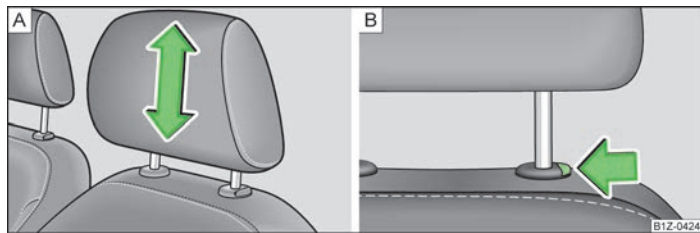

Fig. 44 Tetiera: Reglarea / demontarea
- ▶ Prindeți tetiera din lateral, cu ambele mâini și mișcați-o în sus, după dorință » fig. 44 - A.
- ▶ Dacă doriți să împingeți tetiera în jos, trebuie să apăsați tasta de siguranță » fig. 44 - B cu o mână și să o mențineți apăsată, iar cu cealaltă mână să apăsați tetiera în jos.
- ▶ Apăsați tasta de siguranță în sensul săgeții » fig. 44 - B și trageți afară tetiera.